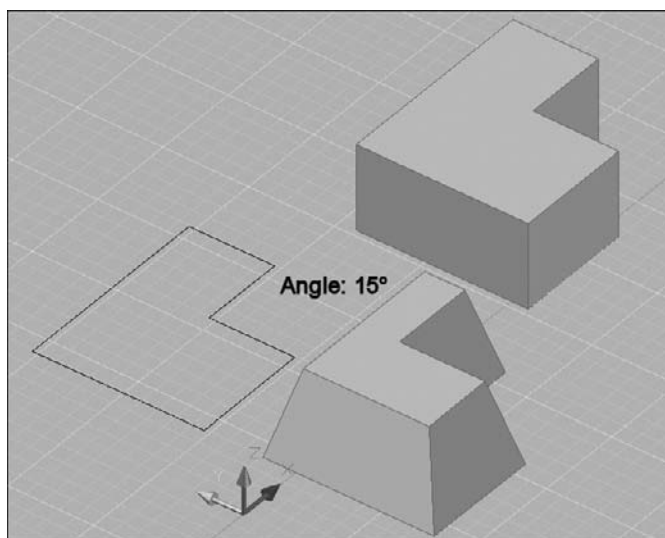

Fig.18.4
- 3 Entrez l'option **E** (T), puis appuyez sur **Entrée**.
- 5 Spécifiez la hauteur, puis appuyez sur **Entrée** (fig.18.4).